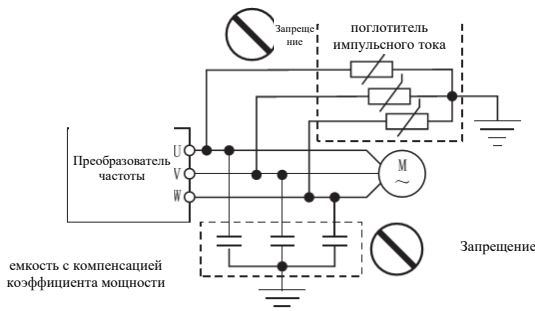

Рис. 1-3
- В связи с тем, что выходным напряжением преобразователя частоты является импульсная волна ШИМ, поэтому на его выходе не устанавливать емкость или поглотитель импульсного тока (например, варистор), иначе это приведет к неисправному отключению преобразователя частоты и даже повреждению силовых элементов. Если он уже установлен, пожалуйста, обязательно демонтируйте его. См. рис. 1-3.